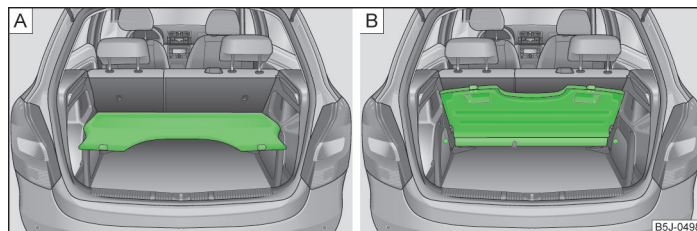

Fig. 48 Cubierta del maletero: en la posición inferior/guardada detrás de los asientos traseros
- En la posición inferior sobre los elementos de apoyo » fig. 48 - » .
- Detrás de los asientos posteriores » fig. 48 - .
En esta posición » fig. 48 - A, la cubierta del maletero está prevista para guardar pequeños objetos de hasta 2,5 kg de peso.